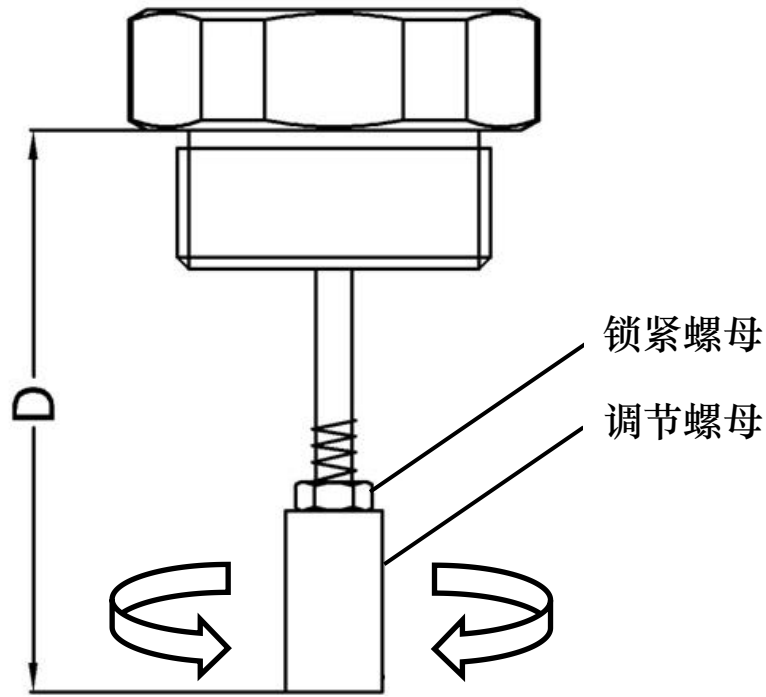

图 39. 调节 D 值
- 调节位移传感器的调节螺母, 然后在位移传感器完全松开状态下用深度尺测量 D 值 (图 39 中标注所示)。计算压缩量 $L1 = D - C1$, $L2 = D - C2$ 。建议尽可能使 L1 和 L2 的值在下表所示的参考范围内。如果 L1 或 L2 的值无法满足在下表所示的参考范围内, 则可根据实际情况调节 D 值。